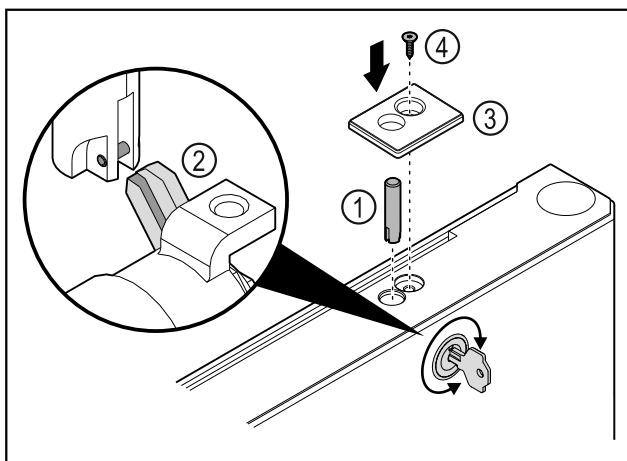

Fig. 42
- ▶ Helyezze be a zárcsapot Fig. 42 (1).
- ▶ Forgassa el kissé a zárat, hogy a zárcsap Fig. 42 (2) bereteselődjön a záron lévő nyílásba.
- ▶ Helyezze be a fedelet Fig. 42 (3).
- ▶ Helyezze be a csavart Fig. 42 (4).